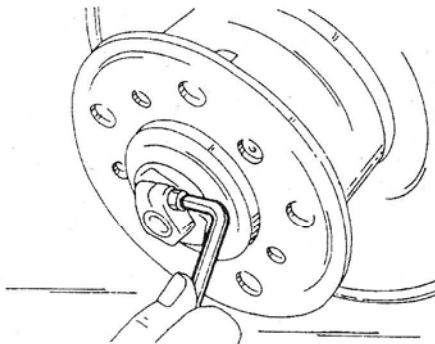

Рис. 183. Крепление стяжной гайки для регулировки люфта колесных подшипников ослабляется ключом для болтов с внутренним шестигранником.
- Ослабить крепление стяжной гайки (2) на рисунке 181 для регулировки люфта колесных подшипников ключом для болтов с внутренним шестигранником (рисунок 183). Снять прямоугольную шайбу, установленную под гайкой.